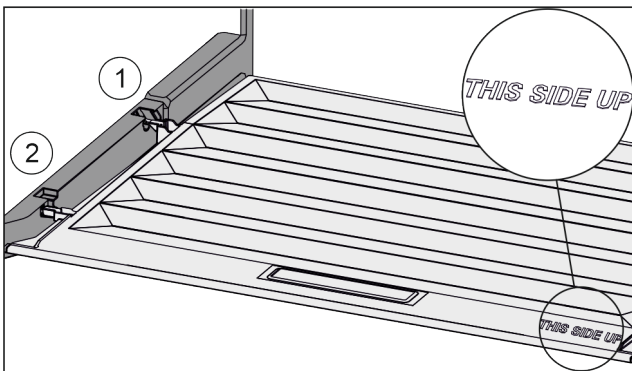

Fig. 69
- ▶ Deckelstege über Öffnung der hinteren Halterung Fig. 69 (1) einführen und vorne in Halterung Fig. 69 (2) einrasten.